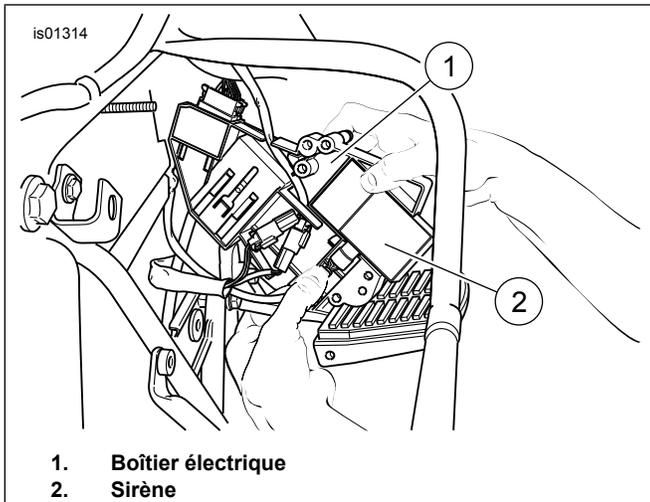

Figure 16. Installer la sirène (Touring 2002-2007)
7. Figure 16 Faire glisser la sirène (2) dans l'espace derrière le support électrique (1) afin que le disque sondeur soit face à l'extérieur.